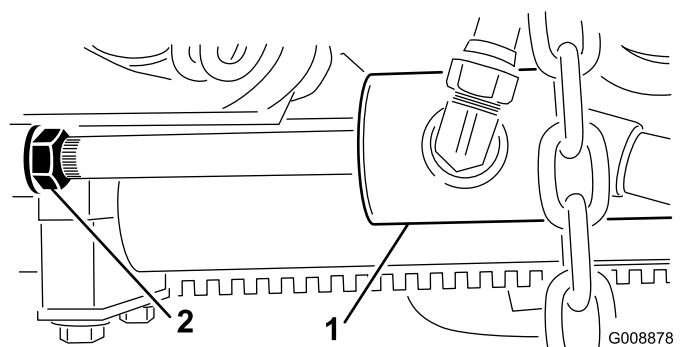

Figure 29
- Desserrez l'écrou de blocage sur la tige du vérin de levage (Figure 29).